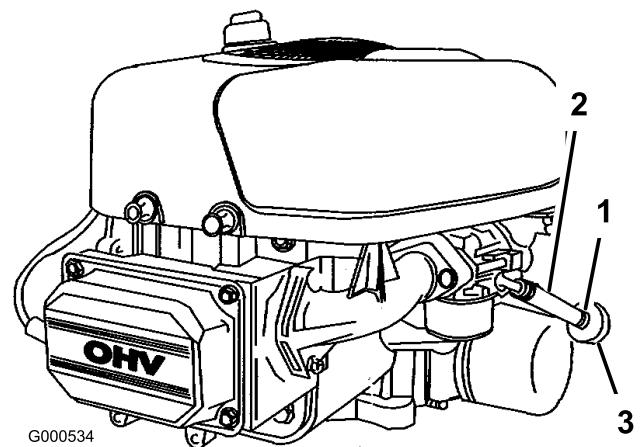

Bild 40
5. Lockern Sie die Schlauchklemme am Kraftstofffilter und schieben Sie sie an der Kraftstoffleitung weg vom Kraftstofffilter (Bild 40).
6. Ziehen Sie die Kraftstoffleitung vom Filter (Bild 40).
8. Bringen Sie die Kraftstoffleitung am -filter an. Schieben Sie die Schlauchklemme ganz an den Kraftstofffilter heran, um die Kraftstoffleitung zu befestigen (Bild 40).
4. Drücken Sie die Enden der Schlauchklemmen zusammen und schieben Sie sie vom Filter weg (Bild 40).
6. Setzen Sie einen neuen Filter ein und schieben Sie die Schlauchklemmen an den Filter heran (Bild 40).